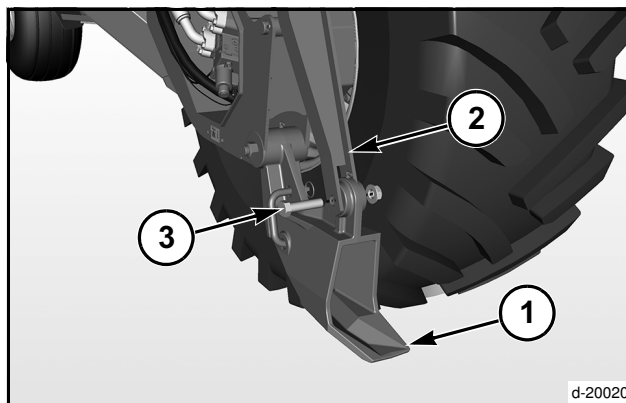

FIG. 4
FIG. 4: Alinee el receptor (1) con los orificios de la tira de elevación (2). Instale el perno original (3) y apriete la tuerca. Esta tuerca debe quedar orientada hacia la parte exterior de la máquina.